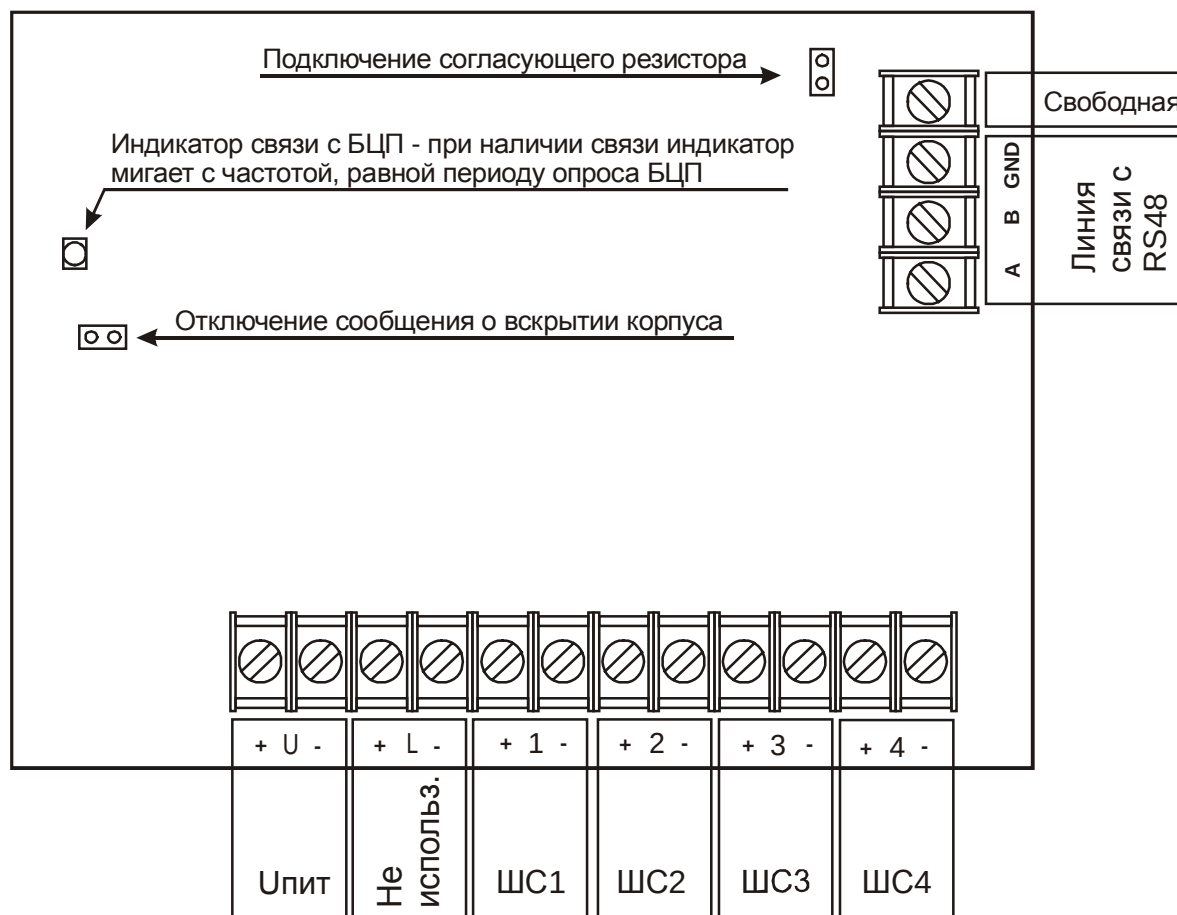

Рис. 8 Внешний вид платы СКШС
5.1. Подключение СКШС к линиям связи с БЦП, источнику питания и ШС осуществляется через клеммную колодку, установленную на плате Рис. 8
5.3. Подключение СКШС к линии связи с БЦП осуществляется через клеммную колодку, установленную на плате Рис. 8 (клеммы А, В).
5.4 Подключение СКШС к источнику питания осуществляется через клеммную колодку, установленную на плате Рис. 8 (клеммы Упит). Не допускается нарушения полярности подключения.